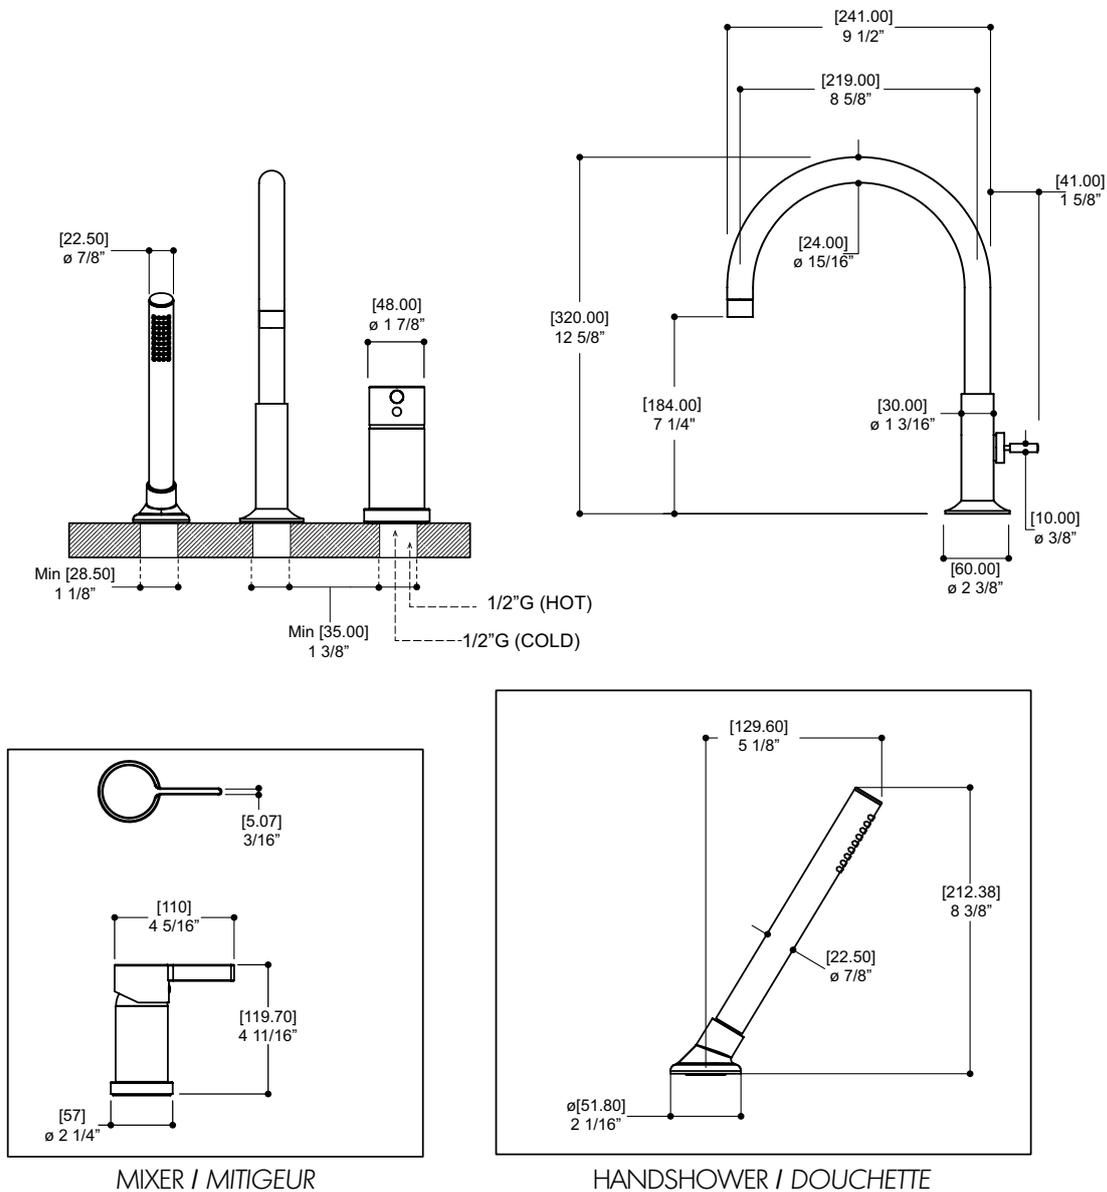

Fig.1
**!** Prior to installation, pierce the required 3 holes onto your deckmount. Refer to the general dimensions drawing (Fig.1) for hole size. To facilitate future maintenance, ensure access to the rough-in.
**!** Avant de débuter l'installation, percer les 3 trous requis sur la surface prévue. Se référer à la Fig.1 (dimensions générales) pour la dimension des trous. Pour faciliter l'entretien du robinet, s'assurer d'un accès au brute du robinet.